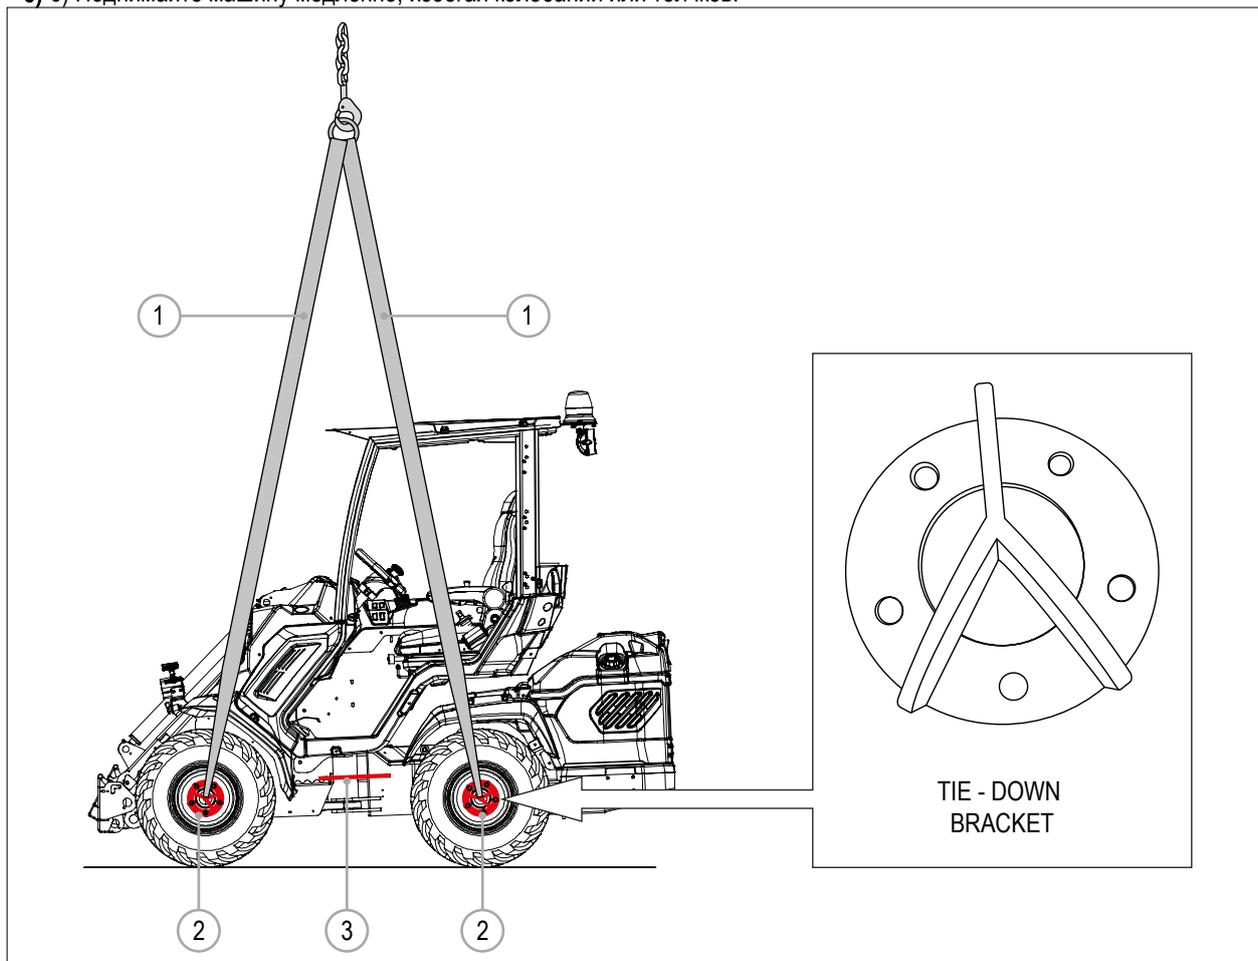

РИС. 23
- 2) Вставьте кронштейн блокировки рулевого управления (РИС. 23 - Сс. 3) (см. пар. 5.2.1).
- 3) Зацепите подъемные стропы (РИС. 23 - Сс. 1) за крепежные скобы на передних и задних колесах (РИС. 24 - Сс. 2)